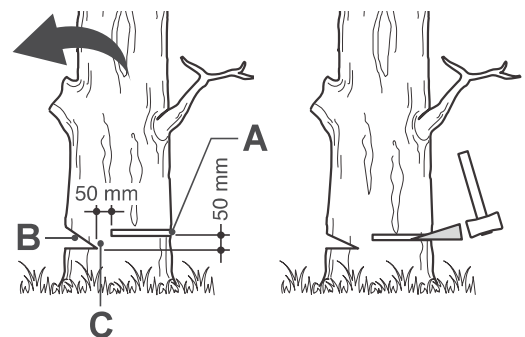

Fig. 36
Haga la muesca (Fig. 36, B) de 1/3 del diámetro del árbol, perpendicular con respecto a la dirección de caída (Fig. 36). Realice primero el corte de muesca horizontal inferior. Esto ayudará a evitar el pinzamiento de la cadena o de la espada al hacer la segunda muesca.
1. Realice el corte posterior de tala (Fig. 36, A) al menos 50 mm más alto que el corte de muesca horizontal (Fig. 36). Haga el corte posterior de tala paralelo con el corte de muesca horizontal. Realizar el corte posterior de tala de forma que quede suficiente madera que actúe como bisagra. La madera de bisagra (Fig. 36, C) impide que el árbol se tuerza y caiga en la dirección incorrecta. No corte toda la bisagra.